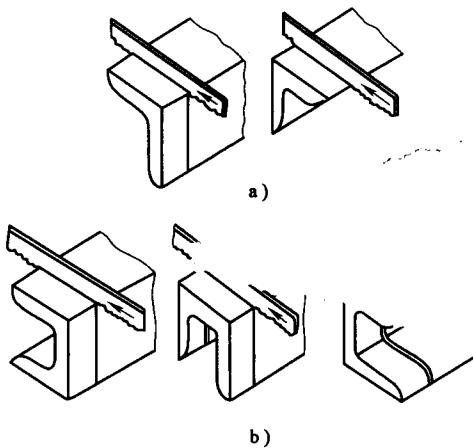

图 1-3 锯削由多部分组成的材料
(1) 操作方法及技巧 当工件由多个部分组成时，锯削时应按图 1-3 所示的方法，分别对工件的单个材料组成部分进行锯削。图 1-3 所示的各类型钢就属于由两个以上部分组成的材料。因为对工件的多部分同时进行锯削，锯条各段受力不均匀，锯条产生偏斜，极易折断。